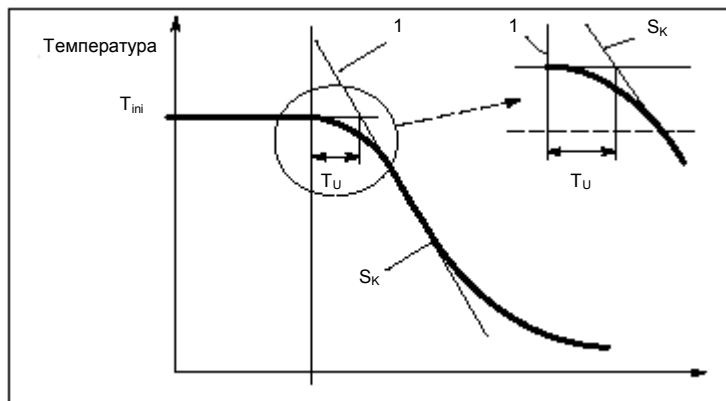

Рис. 2-11 Определение характеристик охлаждения
Для протоколирования процесса охлаждения используется записывающее средство (Recorder) (рис. 2-11).
- Из графика (Рис. 2-11) могут быть определены следующие параметры: